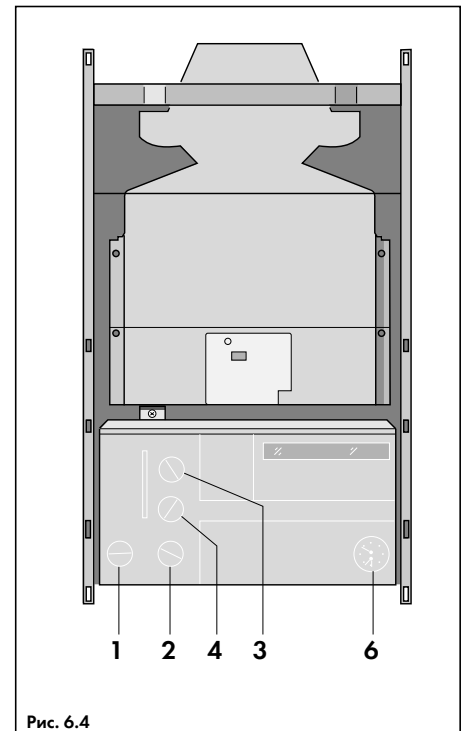
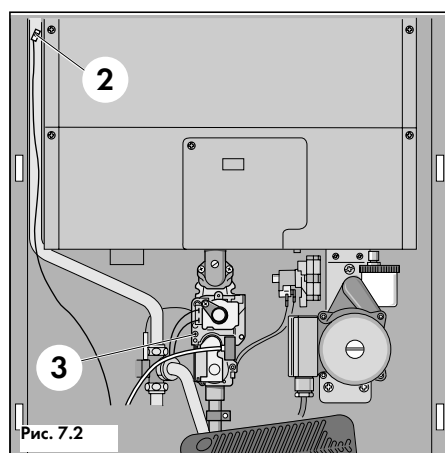
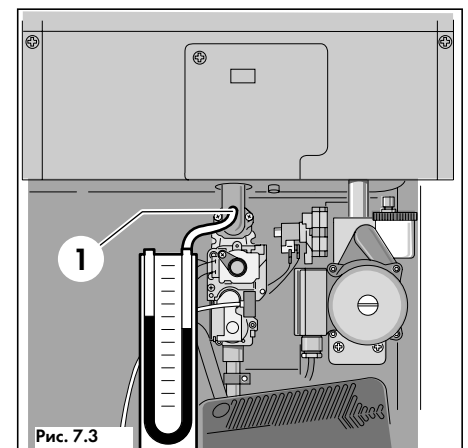

Рис. 6.4
Рис. 7.2
Рис. 7.3
Необходимо провести предписанные нормативными документами испытания газопровода, произвести контроль герметичности всех соединений и продувку газопровода перед первым включением аппарата. Для продувки можно использовать штуцер для измерения давления газа на входе в аппарат (3, рис. 7.2). При этом следует обратить внимание на то, чтобы работала вытяжная вентиляция, погасить открытый огонь, не курить во время продувки. Продувка газового тракта самого аппарата не требуется, т.к. она выполняется автоматически при выполнении программы розжига.
- Эту процедуру повторять на всех радиаторах, пока вся установка не будет заполнена водой и не будут удалены все воздушные пробки, а манометр (6, рис. 6.4) на передней панели котла не будет показывать 1,5 бар;
- Включить электропитание аппарата, повернув главный выключатель котла (1, рис. 6.4) из положения "выкл"  в положение "вкл"  — при этом должен загореться зеленый индикатор  на панели управления;
- Переключатель режимов работы аппарата (2, рис. 6.4) поставить в положение "Отопление и горячая вода" ;
- Регулятор температуры горячей воды (4, рис. 6.4) установить на максимальную температуру*, а регулятор температуры подающей линии (3, рис. 6.4) установить в положение "9";
Если попытка зажигания оказалась безуспешной, то на панели управления котла включится красный индикатор "Сбой" (см. рис. 8.1). Как правило, это означает, что нарушена подача газа или же из газопровода не до конца удален воздух. Проверить еще раз подачу газа, после чего переключатель режимов работы (2, рис. 6.4) повернуть в положение "Разблокировать" . Будет предпринята повторная попытка розжига.
- Переключатель режимов работы аппарата (2, рис. 6.4) поставить в положение "Горячая вода" . При этом аппарат должен отключиться;
- Регулятор температуры подающей линии (3, рис. 6.4) установить в желаемое положение согласно главе 9.3;
- Ослабить запорный винт (3, рис. 7.2);
- Подключить манометр к штуцеру (3, рис. 7.2). (Рекомендуется применение U-образного манометра с разрешением не хуже 0,1 мбар);
- У аппаратов VUW: Регулятор температуры горячей воды (4, рис. 6.4) установить на "9". Полностью открыть краны горячей воды так, чтобы аппарат работал с полной нагрузкой;
- У аппаратов VU: Включить режим "Отопление и горячая вода" . Установить регулятор температуры подающей линии (3, рис. 6.4) на "9". Разъединить разъём датчика NTC (2, рис. 7.2);
- У аппаратов VU: Восстановить разъём датчика NTC (2, рис. 7.2);
- Затянуть запорный винт на штуцере (3, рис. 7.2) и проверить его на герметичность (обмыливанием).
- Открутить запорный винт и присоединить одну трубку U-образного манометра к измерительному штуцеру аппарата (1, рис. 7.3);
Регулятор температуры горячей воды (4, рис. 6.4) установить на "9". Полностью открыть краны горячей воды так, чтобы аппарат работал с полной нагрузкой;
Включить режим "Отопление и горячая вода" . Установить регулятор температуры подающей линии (3, рис. 6.4) на "9". Разъединить разъём датчика NTC (2, рис. 7.2);
- Если корректировка настройки газовой арматуры не требуется, то выключить котел, отсоединить манометр, плотно закрутить винт измерительного штуцера (1, рис. 7.3) и проверить его на герметичность.
У аппаратов VU восстановить соединения датчика NTC (2, рис. 7.2);
Регулятор температуры горячей воды (4, рис. 6.4) установить на "9";
Включить режим "Отопление и горячая вода" . Установить регулятор температуры подающей линии (3, рис. 6.4) на "9".
Разъединить разъём датчика NTC (2, рис. 7.2);
- Выключить котел, отсоединить манометр, плотно закрутить винт измерительного штуцера (1, рис. 7.3) и проверить его на герметичность.
Восстановить соединения датчика NTC (2, рис. 7.2);
- Установить переключатель режимов работы аппарата (2, рис. 6.4) в желаемое положение  или . Установить в желаемое положение регулятор температуры подающей линии (3, рис. 6.4) (См. гл. 9.3).
Установить в желаемое положение регулятор температуры горячей воды (4, рис. 6.4) (См. гл. 9.3).
- Разъединить разъём датчика NTC (2, рис. 7.2);
- Выключить котел, отсоединить манометр, плотно закрутить винт измерительного штуцера (1, рис. 7.3) и проверить его на герметичность. Восстановить соединения датчика NTC (2, рис. 7.2);
- Если корректировка настройки газовой арматуры не требуется, то выключить котел, отсоединить манометр, плотно закрутить винт измерительного штуцера (1, рис. 7.3) и проверить его на герметичность. У аппаратов VU восстановить соединения датчика NTC (2, рис. 7.2);